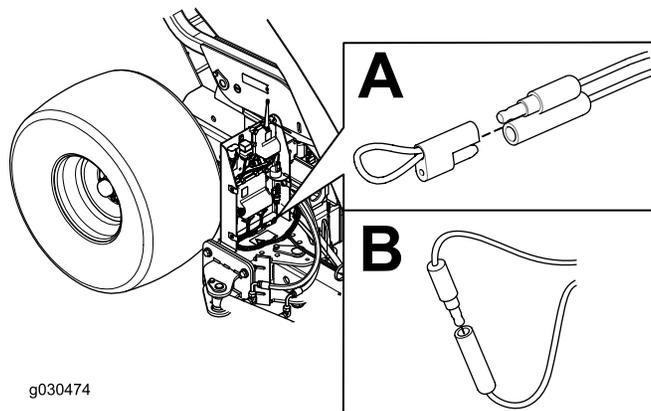

Рисунок 41
4. Снимите привязную крышку с двух диагностических замыкающих разъемов (Рисунок 41А).
5. Соедините диагностические замыкающие разъемы друг с другом (Рисунок 41В).